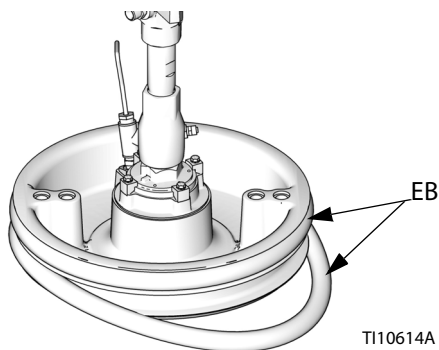

Рис. 34
1. Очистите остатки материала из канавок уплотнения деревянным или пластмассовым инструментом, во избежание повреждения очистителя (EB).
2. *Поднимите снизу* край одного очистителя (EB) над задней частью прижимной плиты (AD). См. Рис. 34.
3. Вставьте очиститель (EB) в верхнюю канавку и проденьте переднюю часть очистителя в канавку.
4. При использовании прижимной плиты для бочки объемом 55 галлонов вставьте второй очиститель (EB) в нижнюю канавку и проденьте переднюю часть очистителя в канавку.